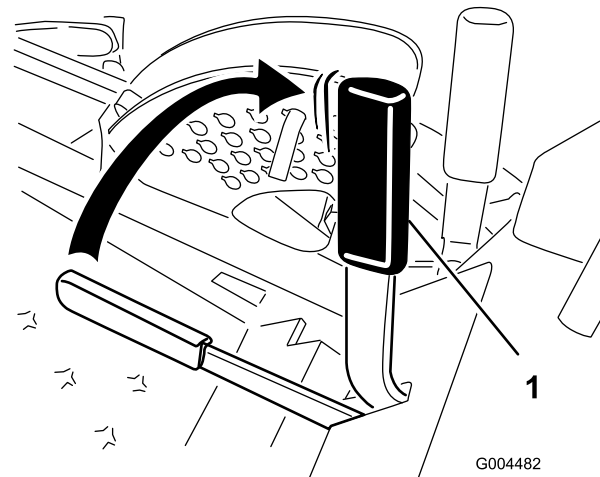

Figura 15
Spingete in avanti ed abbassate la leva del freno di stazione per rilasciare il freno (Figura 15).
2. Alzate la leva del freno di stazione e tiratela indietro per innestare il freno (Figura 15). La leva del freno di stazione deve rimanere saldamente innestata.